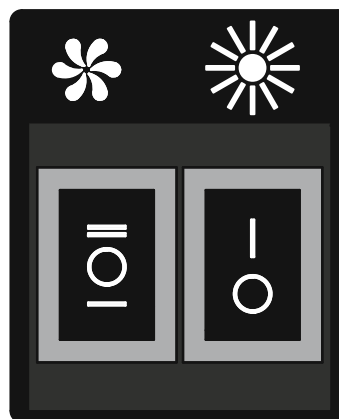

Рис.5
7.3 На боковинах корпуса размещен клавишный переключатель режимов работы и включения лампы освещения (**рис.5**).